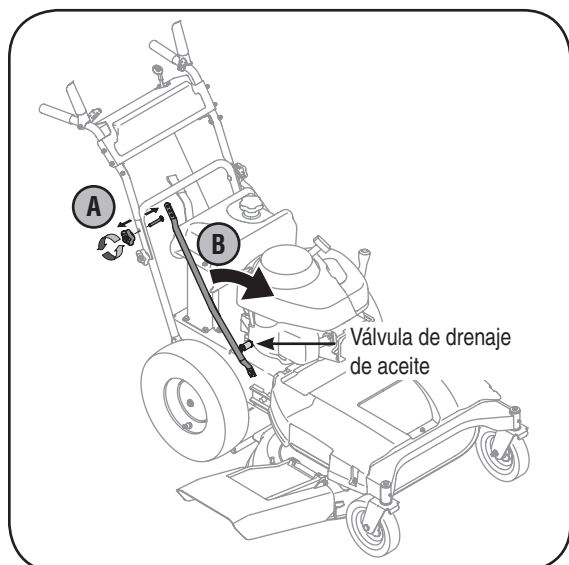

Figura 5-3: Gire el tubo de apoyo de abrazadera derecha avanzado para ganar el acceso a la válvula del aceite.
- Extraiga la perilla en estrella superior y el tornillo del carro del lado derecho de la manija, Figura 5-3.
- Gire el tirante tubular hacia el frente de la cortadora para tener lugar para conectar la manguera de drenaje de aceite a la válvula de drenaje de aceite, Figura 5-3.